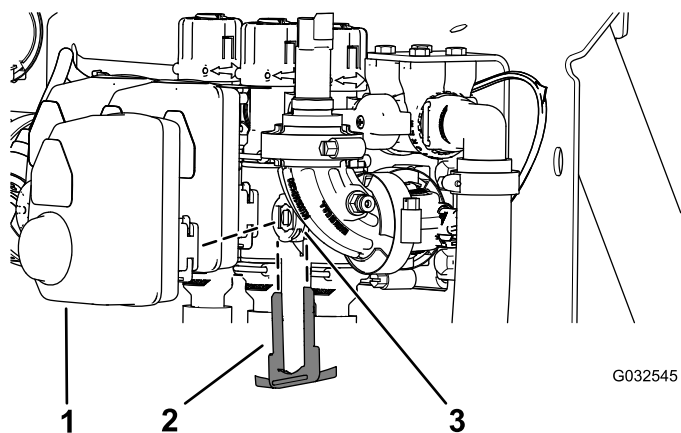

Figure 105
2. Retirez l'étrier qui fixe l'actionneur à la valve du collecteur pour la vanne de section ou la vanne d'agitation (Figure 105).